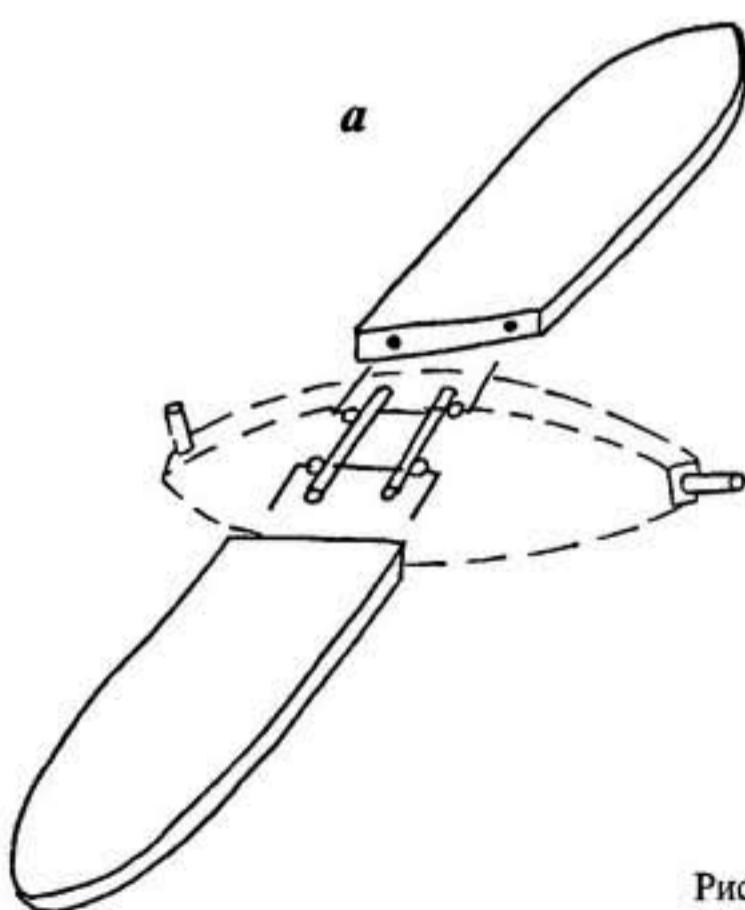

Рис. 237
4. Просверлите в торцах крыльев отверстия для проволоки диаметром меньше, чем диаметр проволоки, на 0,5 мм. Расстояние между отверстиями разметьте по расстоянию между концами проволоки (рис. 237, *a*).
5. Разметьте отверстия на пластях крыльев по шаблону и просверлите сверлом Ø2 мм (рис. 237, *б*; стрелка на рисунке показывает направление полета). Важно это сделать очень точно, иначе нарушится баланс и птица не полетит.